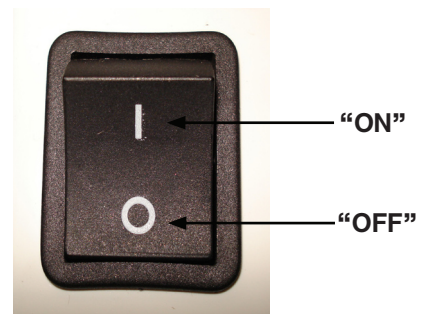

Figure 2
6. Mettez en marche ("ON") la soufflante en appuyant sur "I" de l'interrupteur (Figure 2).
10. Éteignez la soufflante ("OFF") en appuyant sur "O" sur l'interrupteur (Figure 2).